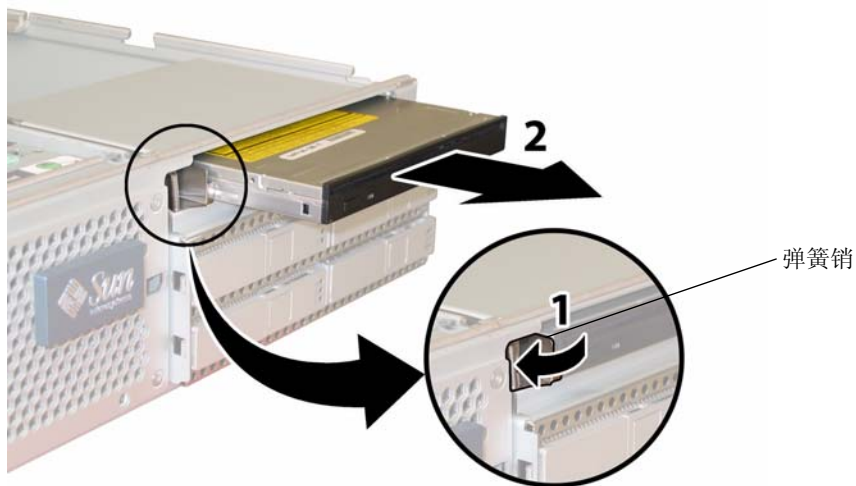

图 4-37 拆卸 DVD-ROM 光盘驱动器
- a. 将 DVD-ROM 光盘驱动器前面的弹簧销拉到左侧并按住它。请参见图 4-37。